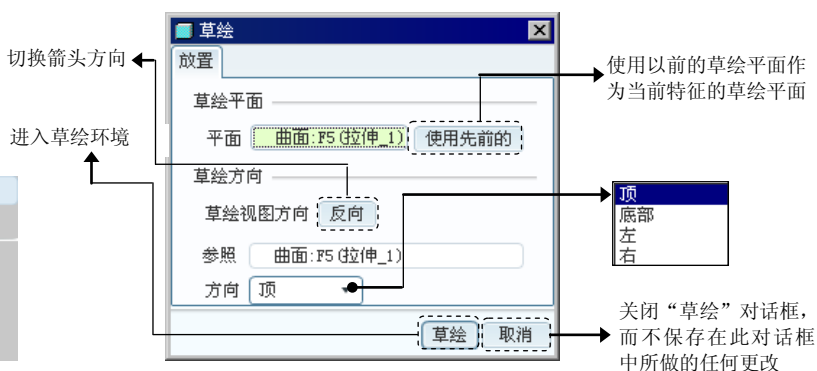

图 5.9.20 “草绘”对话框
Step2. 此时系统进入草绘环境, 选择下拉菜单 **草绘(S)** **→** **草绘(S)** 命令, 系统会弹出“草绘”对话框, 其中各选项的说明如图 5.9.20 所示。